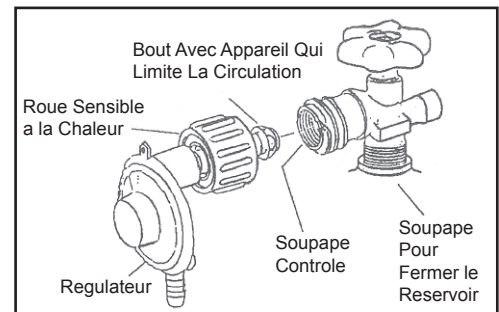

Fig. 3
3. Centrez le bout sur la soupape du réservoir et tenir en place. En utilisant votre autre main, tournez la roue du régulateur jusqu'au bout. N'utilisez aucun d'outils. Serrez à la main seulement. En faisant le raccord, placez le régulateur au même niveau que la soupape sur la bonbonne de propane, pour assurer un raccord parfait. (Fig. 3)